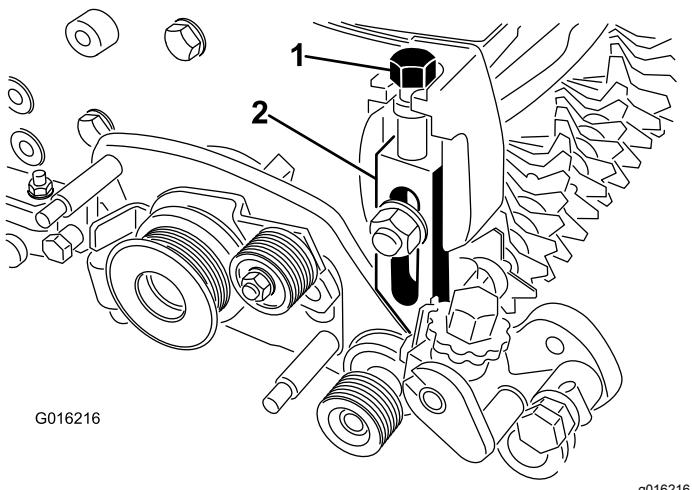

Figura 12
27. Aperte o parafuso de ajuste da altura de corte na parte superior do conjunto do braço de ajuste direito (Figura 12).
Nota: Certifique-se de que a extremidade da haste do conjunto do braço da altura de corte desliza para o casquilho no furo no conjunto de transmissão do rastelo (Figura 12).
31. Aperte o parafuso de ajuste da altura de corte na parte superior do conjunto do braço de ajuste esquerdo (Figura 12).
33. Instale o conjunto do braço de ajuste esquerdo na placa lateral da unidade de corte usando o parafuso do arado, porca e uma nova anilha (Figura 12).